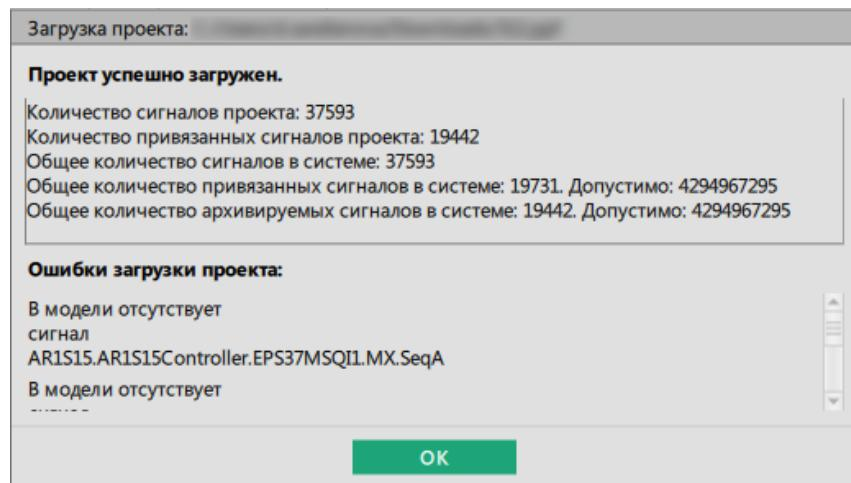

Рисунок 79 - Проект успешно загружен
4. После загрузки проекта появится окно со статистикой загрузки (Рисунок 79). В случае неуспешной загрузки в этом же окне отобразится информация об ошибках.